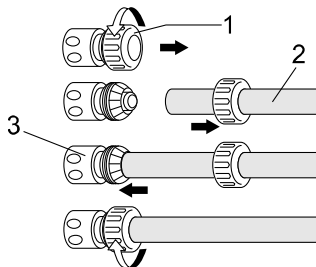

Рис. 8
1. Открутите разъем для крепления шланга (1), вставьте шланг для подачи воды(2), а затем заново закрутите разъем (1) для фиксации соединения. (Модель PW9115 не комплектуется разъемом для крепления шланга) (Рис. 8)